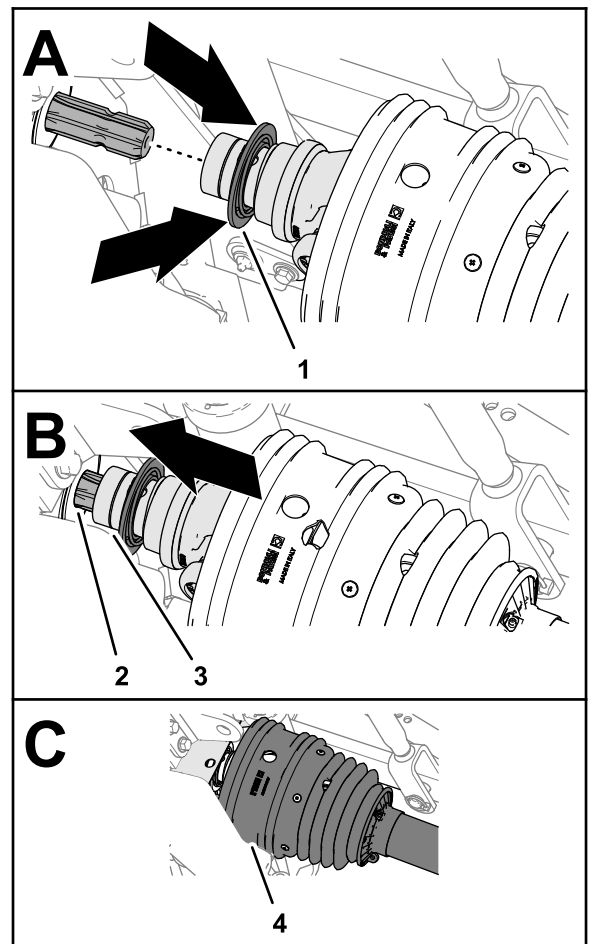

Figura 31
2. Tire hacia atrás del anillo de bloqueo del acoplamiento rápido (Figura 31).
el alojamiento del acoplamiento sobre las estrías del árbol de salida de la TDF (Figura 31).
5. Asegúrese de que el escudo queda situado sobre la horquilla del árbol de transmisión (Figura 31).